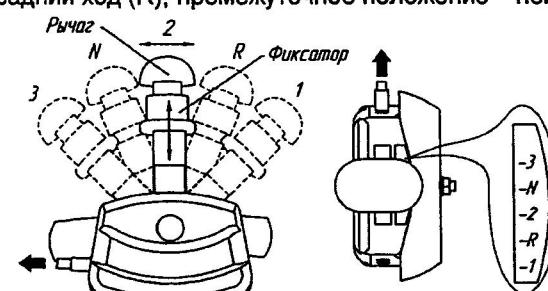

Рис.7 Рычаг переключения передач мотоблоков
Для модификаций МБ1 Премиум/МБ1-ФС Премиум переключение передач производится перемещением рычага на руле (рис.7): три передачи вперед (1, 2 и 3), одна – задний ход (R), промежуточное положение – нейтральное (N).